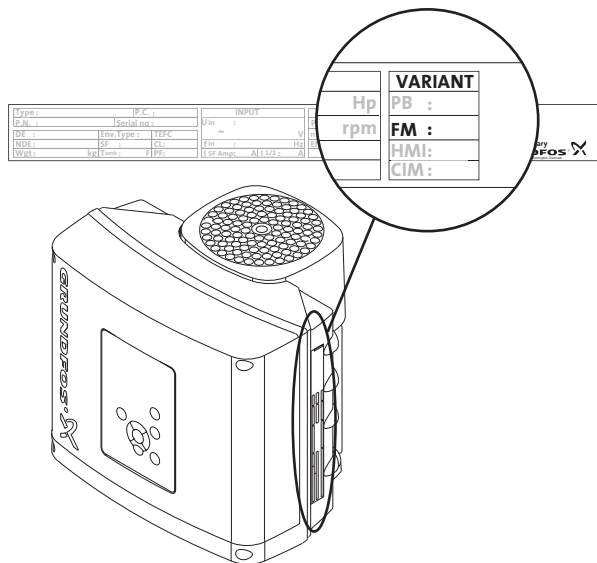
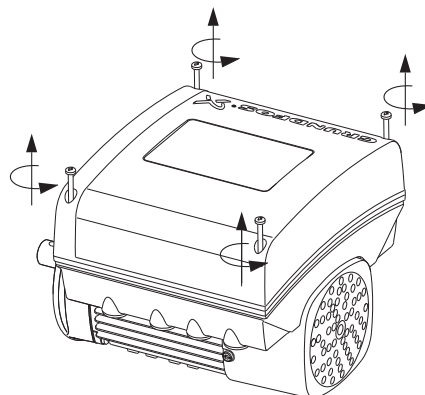

Рис. 64 Данные о функциональном модуле
Рис. 66 Ослабление винтов
5. Установите модуль SIM на одном уровне с тремя пластиковыми держателями (рис. 66, поз. А) и подключите разъем (рис. 64, поз. В). Прижмите модуль пальцами.
Модули также можно найти на фирменной табличке электродвигателя. См. рис. 64.